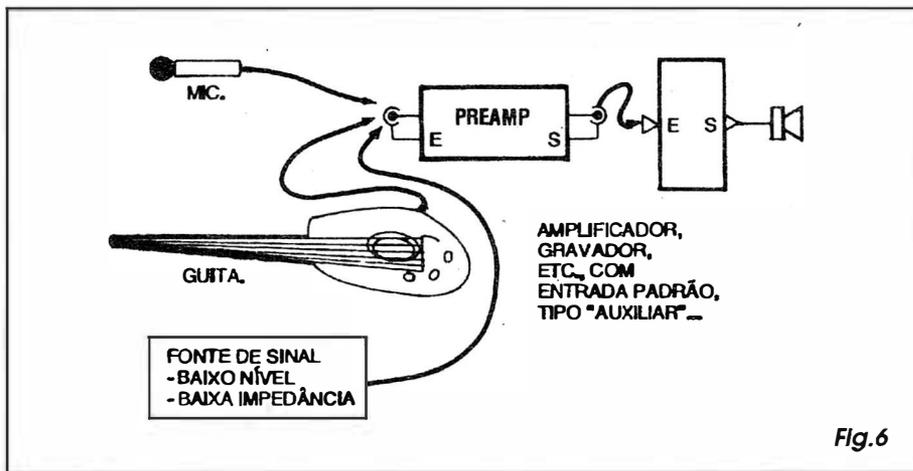

Fig.6
**- FIG. 6 - A UTILIZAÇÃO BÁSICA DO SPAM...**